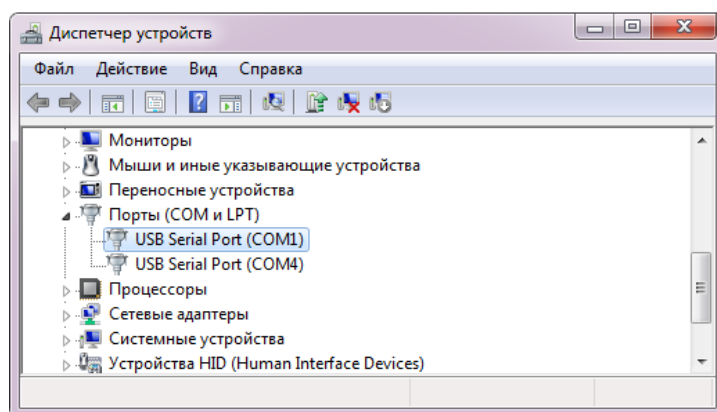

Рисунок 1. Скриншот окна «Диспетчер устройств»
- 3.4 После установки драйвера в диспетчере устройств Windows (Пуск->Панель управления-> Диспетчер устройств) подключенный адаптер АИУ(02) определится в виде виртуального COM-порта. Адаптер АИУ(01) определится двумя виртуальными COM-портами (рисунок 1): младший для работы в качестве преобразователя интерфейсов, старший - для работы со считывателями электронных ключей (при конфигурировании приборов из состава АСПС не используется).